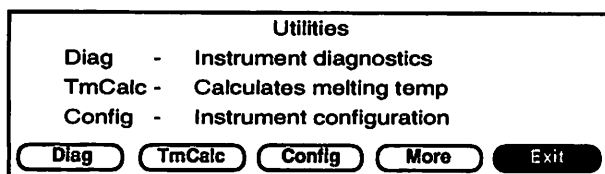

Fig.1-3 ユーティリティースクリーン
2. **F2** または **F3** -ソフトキーによりスクリーンセーバーモードを選択してください。また **F5** -Cancel を押せば、すべての入力した値がキャンセルされて前の画面(Fig. 1-3)に戻ります。
1. ユーティリティー画面(Fig.1-3)より **F2** -TmCalc を選択すると、Tm 値計算画面が表示されます。